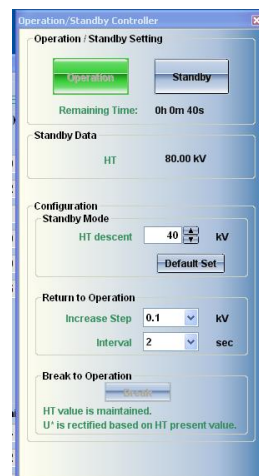

Figura 2
- Se puede operar el equipo a 200, 120 y 80 kV. Cuando el usuario trabaja a 200 kV y termina la sesión debe activar el modo **Standby** (ver figura 2). En este modo, el equipo baja el voltaje de aceleración de 200 a 160 kV por motivos de seguridad. Para operar el equipo es necesario presionar el modo **Operation**.